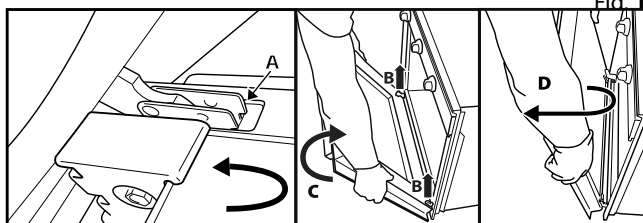

Fig. 2
3. Luk lågen helt til (A), løft den (B), og drej den (C), til den frigøres (D) (fig. 2).
2. Andet tilbehør, så som dryppebakken og bagepladen, sættes i på samme måde som grillristen (Fig. 2).